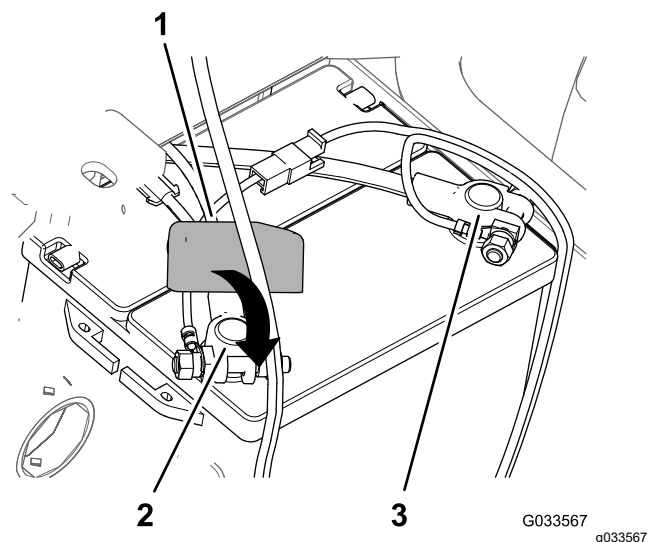

図 30
8. プラスケーブルをバッテリーのプラス端子に接続し、クランプナットを手締めする図 30。